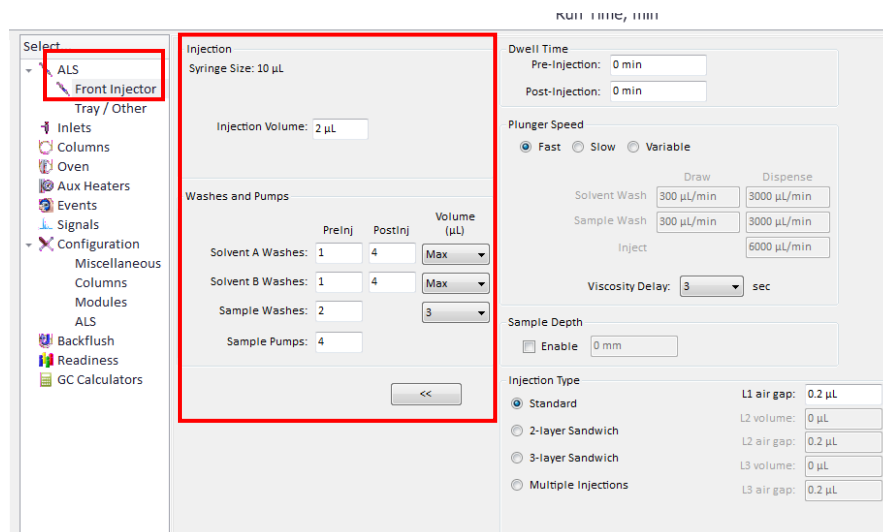

Figura 29. Parámetros del automuestreador, torre de inyección.
8.6.4. Seleccionar parámetros del automuestreador. Ingrese desde el menú **Instrument > GC Parameters** después seleccione en el panel izquierdo **ALS > Front injector** (véase Figura 29).
Las demás opciones proveen capacidades adicionales para muestras viscosas y grandes volúmenes de inyección. Para una visualización de la opción en el **Front injector**, véase Figura 29.